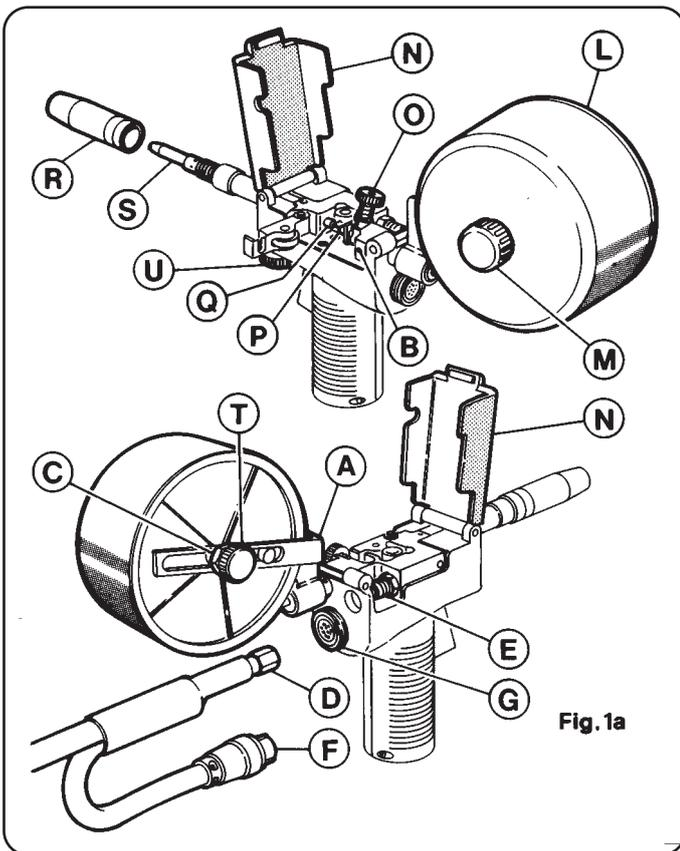

Fig. 1a
Intervenir en el potenciómetro (U) fig.1a y 1b hasta que no se obtenga una situación de soldadura que presente un rumor constante y continuo.